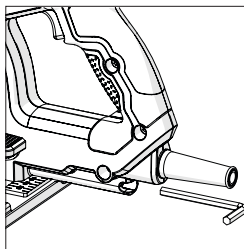

Fig. 1
- Leta upp den levererade insexnyckeln för bladbyte som ligger i det monterade förvaringsutrymmet **(18) (Fig.1)**